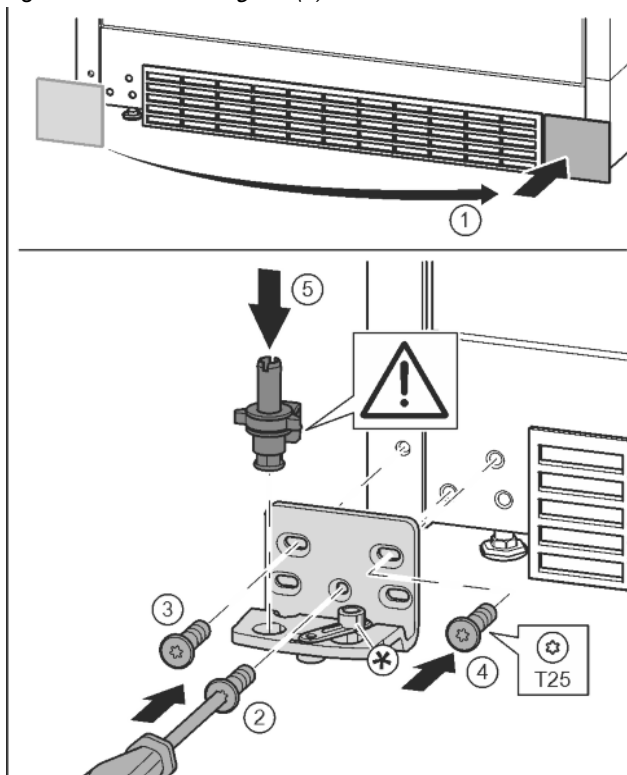

Fig. 16
- ▶ Afdekking eraf halen en op de andere kant aanbrengen. Fig. 16 (1)
- ▶ Lagerbus op de andere kant aanbrengen en met behulp van een schroevendraaier T25 vastschroeven. Met schroef 2 onder in het midden beginnen. Fig. 16 (2)
- ▶ Schroef 3 en 4 vastschroeven. Fig. 16 (3, 4)
- ▶ Lagerbout volledig aanbrengen. Let op dat de vergrendel nok naar achter wijst. Fig. 16 (5)